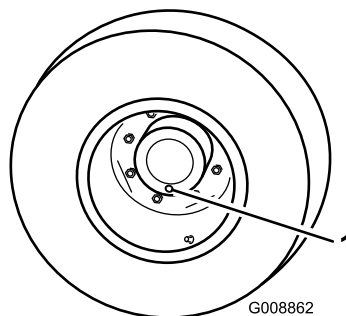

Figura 104
1. Coloque a máquina numa superfície nivelada, posicione uma roda de forma a que um dos tampões de verificação se encontre na sua posição mais baixa (6 horas) (Figura 104).